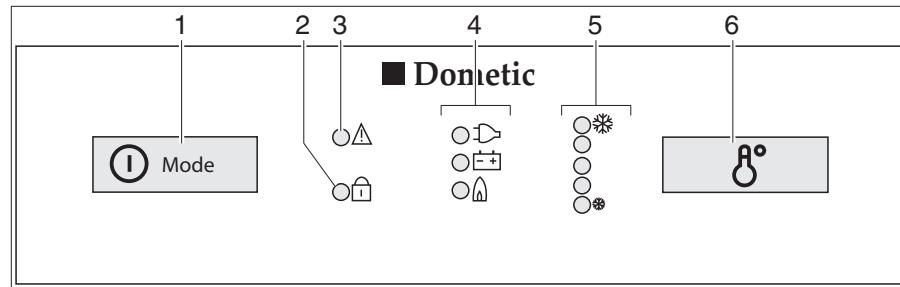

Fig. 352 Elementos de mando para el frigorífico (Dometic de la serie 8 con SMSE)
- Pulsar el conectador/selector de energía (Fig. 352,1) 2 segundos para conectar el aparato. Se ilumina el LED del último modo de funcionamiento seleccionado.
- Si fuera necesario, pulsar el conectador/selector de energía (Fig. 352,1) varias veces brevemente hasta que se ilumine el piloto gas " ". El suministro de gas está abierto. El encendido se realiza automáticamente. Se oye un sonido de tic-tac hasta que el proceso de encendido se haya llevado a cabo con éxito.
- Ajustar la temperatura de refrigeración con el conmutador para el ajuste de la temperatura (Fig. 352,6).
- Si fuera necesario, pulsar el conectador/selector de energía (Fig. 352,1) varias veces brevemente hasta que se ilumine el piloto 230 V "►".
- Si fuera necesario, pulsar el conectador/selector de energía (Fig. 352,1) varias veces brevemente hasta que se ilumine el piloto 12 V "■".